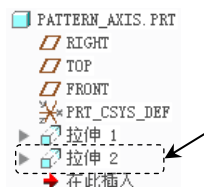

图 3.21.12 模型树
Step2. 在图 3.21.12 所示的模型树中单击  拉伸 2 特征, 再右击, 选择  阵列... 命令。
(1) 在操控板中的  尺寸 下拉列表框中选择  轴 选项, 再选取绘图区中模型的基准轴 A_4。
(2) 在操控板中的阵列数量栏中输入数量值 6, 在增量栏中输入角度增量值 60.0。